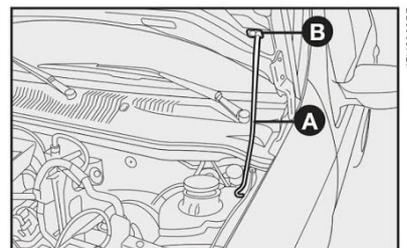

fig. 123
- 4) Introduzir a extremidade da vareta **A** na abertura **B** do capô do motor **fig. 123**.
- 1) Manter levantado o capô com uma mão e, com a outra, tirar a vareta **A-fig. 123** da abertura **B** e repô-la no seu dispositivo de bloqueio;